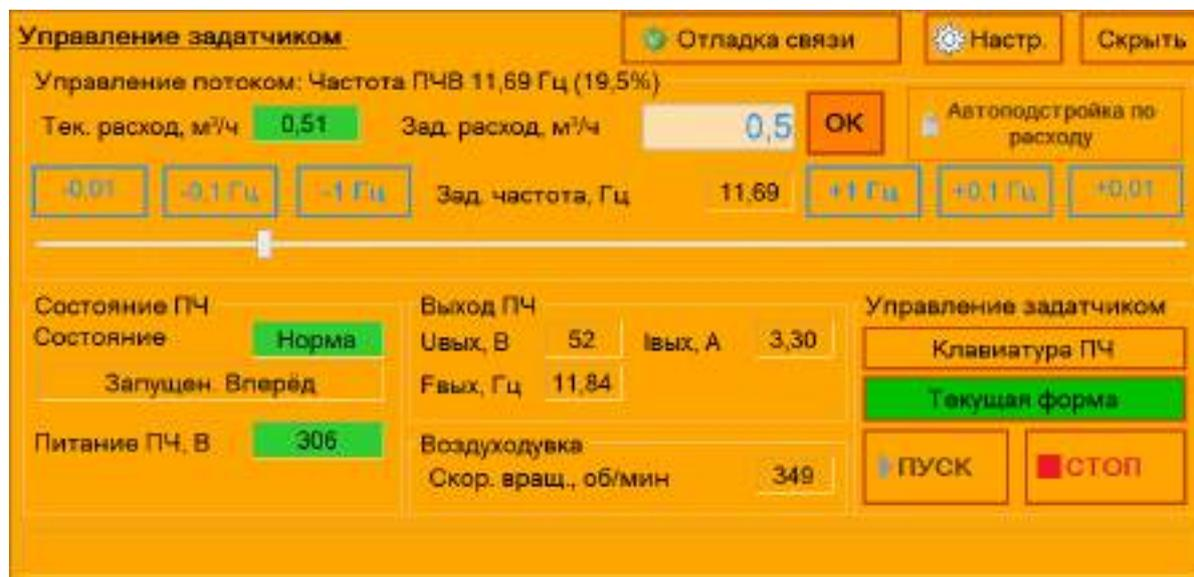

Рисунок 33
2.6.12.5 После завершения работы функции автоподстройки частоты кнопка «Автоподстройка по расходу» будет заблокирована и ее фон не будет зеленым (рисунок 33).